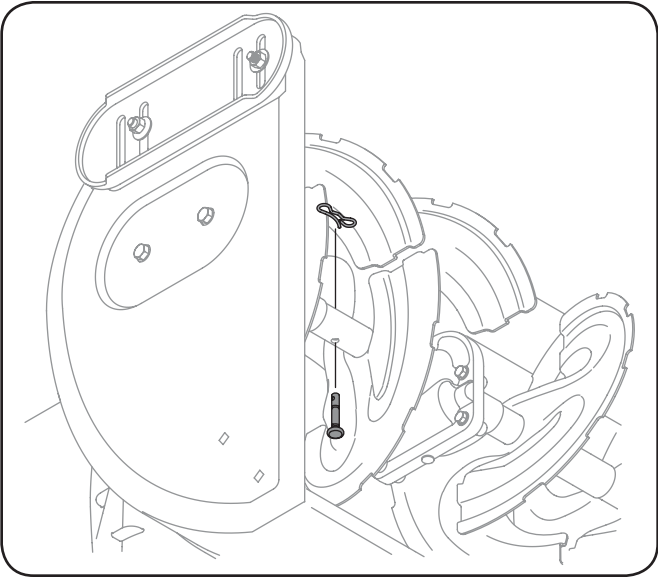

Fig. 5-1
S'il n'est pas possible d'utiliser toutes les vitesses (avant et arrière), voir la Figure 5-1 et ajustez le levier de vitesses comme suit:
1. Regardez sous le tableau de bord et notez dans lequel des trois trous du levier de vitesses la virole a été insérée. Notez aussi le sens de l'insertion. Retirez ensuite la goupille fendue interne et la rondelle plate qui se trouvent sur la virole et dégagez la virole du levier de vitesses. Voir la Figure 5-1.
Deux goupilles de cisaillement et goupille fendue maintiennent les tarières sur l'arbre de la tarière. Les goupilles sont sensés de peut être cisailier si la souffleuse heurte un objet ou un bloc de glace. Voir la Fig. 5-1. Si les tarières ne tournent pas, vérifiez si les goupilles se sont cisailées.